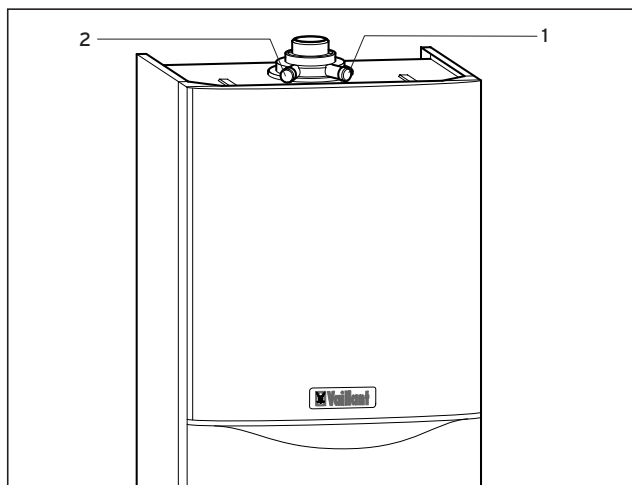

Abb. 3.12 Schornsteinfeger-Messungen (am Gerät)
- Nehmen Sie Messungen im Abgasweg am Prüfstutzen (1) vor (Abb. 3.12). Messungen im Luftweg können Sie am Prüfstutzen (2) vornehmen.